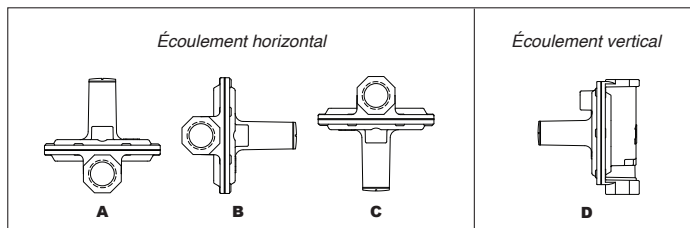

Figure 1 : position de montage
- En cas d'installation en extérieur, il est recommandé d'utiliser un dispositif Protecteur de Purge Maxitrol*** certifié et l'installation doit être en position debout horizontale (montage position A, voir Figure 1). Faites attention aux zones inondables et la profondeur de la neige en choisissant un lieu d'installation. Voir les codes et réglementations locaux.